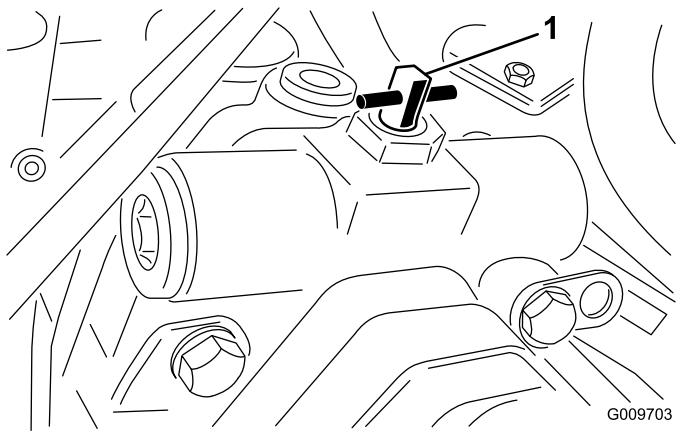

图 44
3. 将旁通阀向任一方向旋转 90° $\frac{1}{4}$ 圈打开旁通阀让液压油在内部分流 图 44。
- 将旁通阀向任一方向旋转 $90^{\circ} \frac{1}{4}$ 圈打开旁通阀让液压油在内部分流 **图 44**。